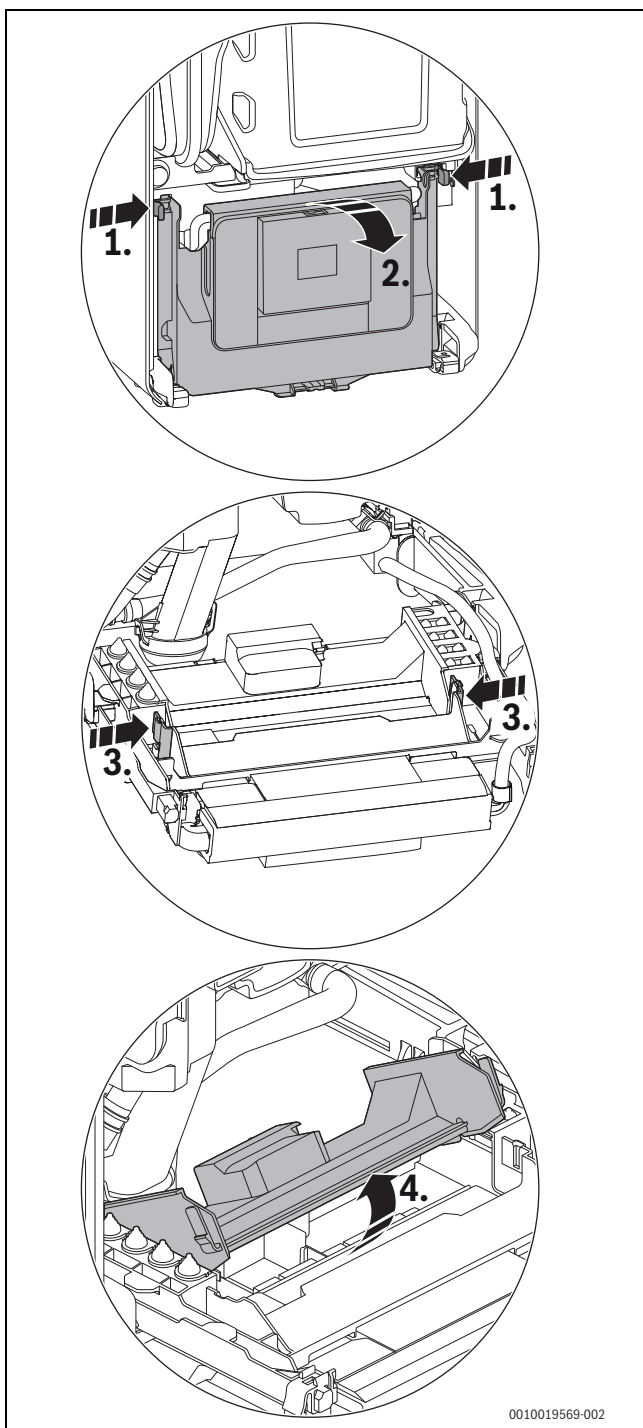

Рис. 68 Открывание пластиковой крышки
▶ Откиньте блок управления назад (→ рис. 68, стр. 37).